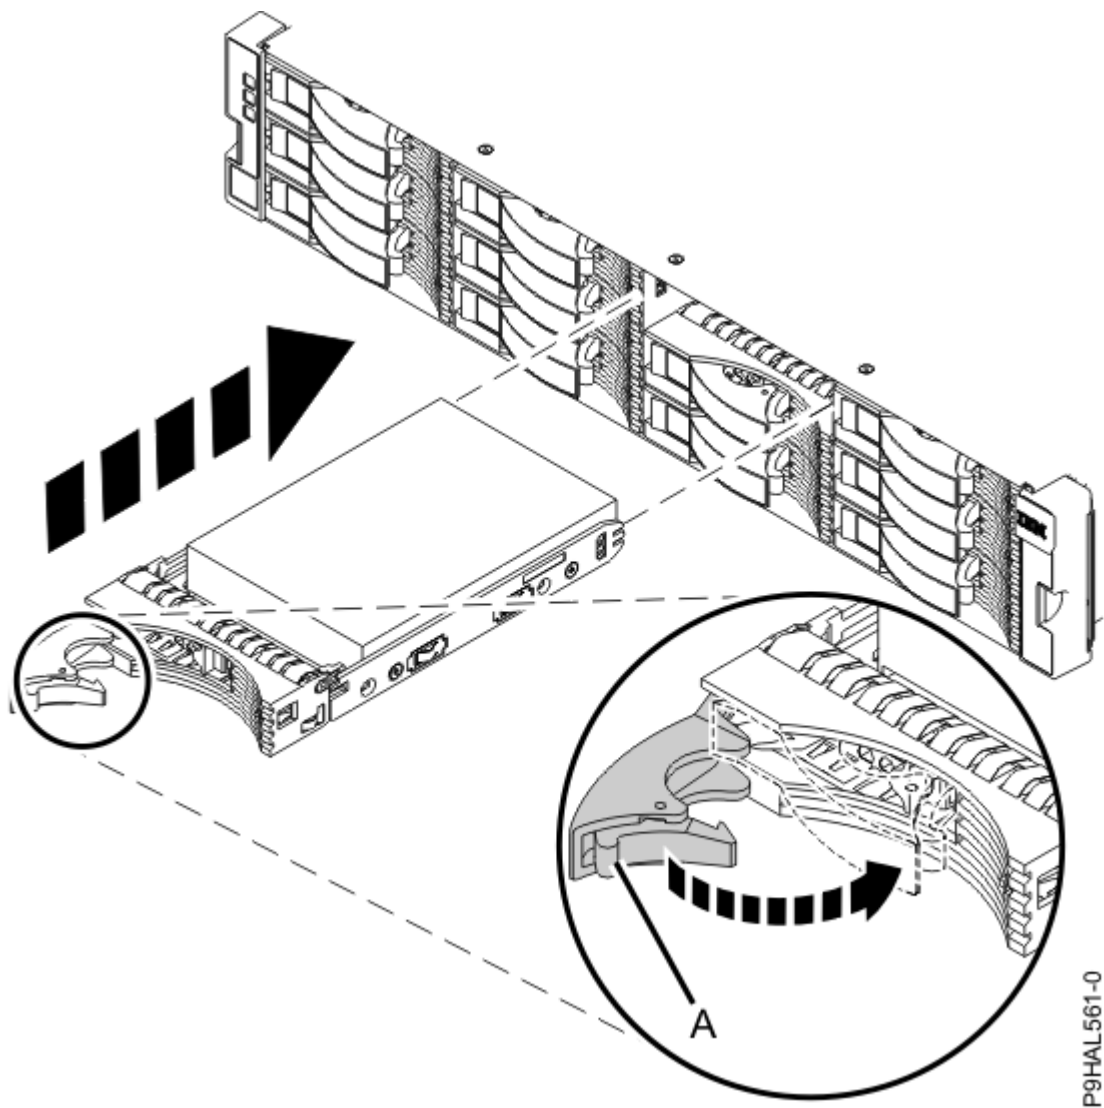
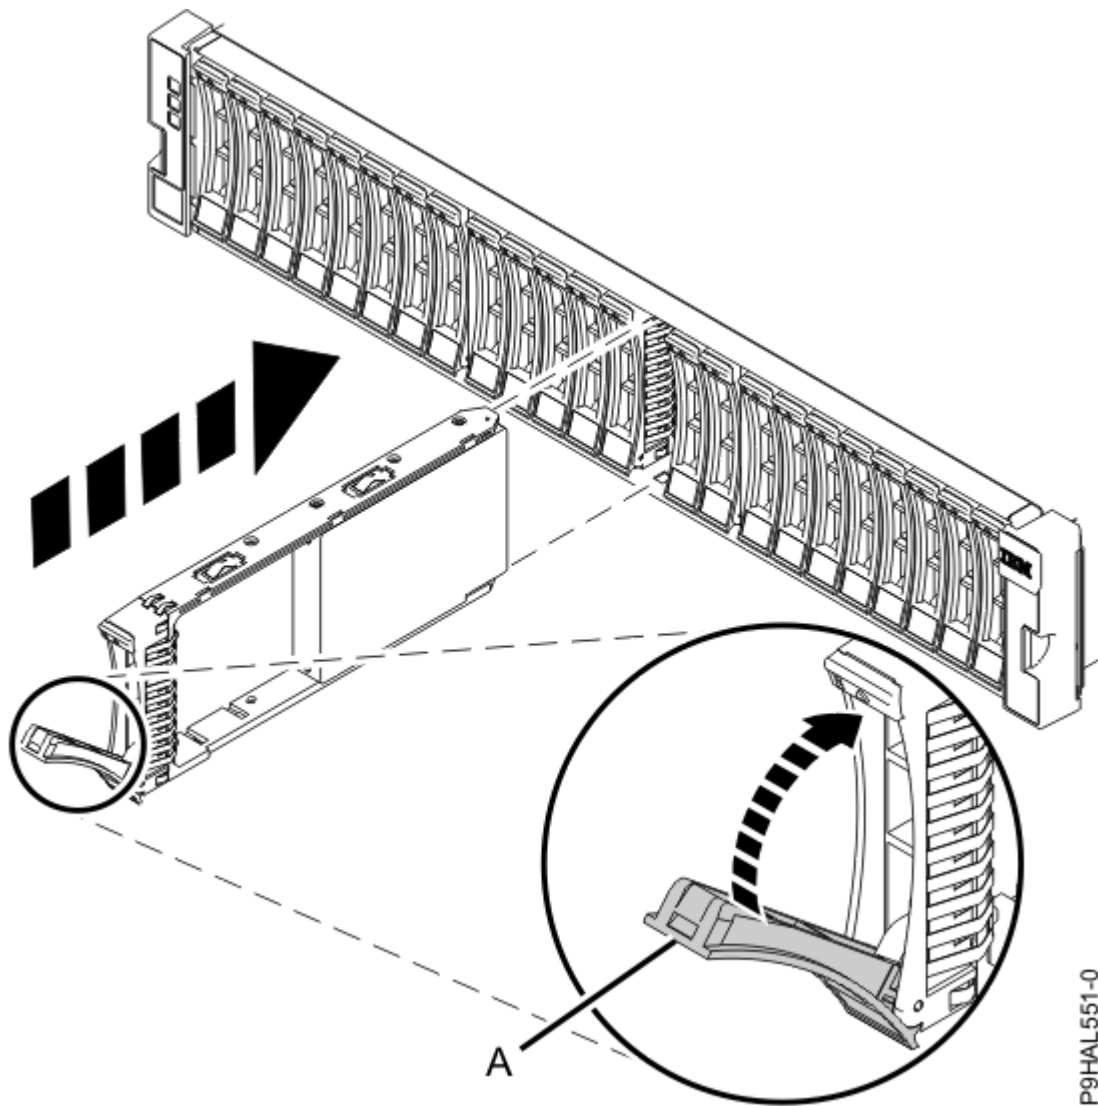

Figura 10. Instalación de una unidad en el alojamiento de almacenamiento ESLL
Figura 11. Instalación de una unidad en el alojamiento de almacenamiento ESLS
3. Con el asa en la posición de desbloqueo, sujete la parte inferior de la unidad mientras la alinea con los rieles de la guía del alojamiento. Consulte la Figura 10 en la página 12 o la Figura 11 en la página 13.